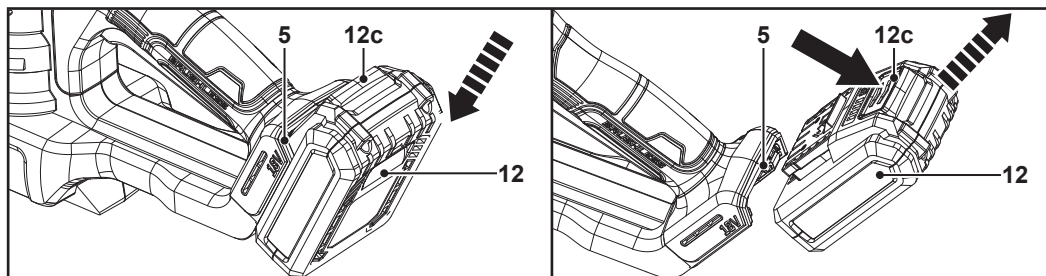
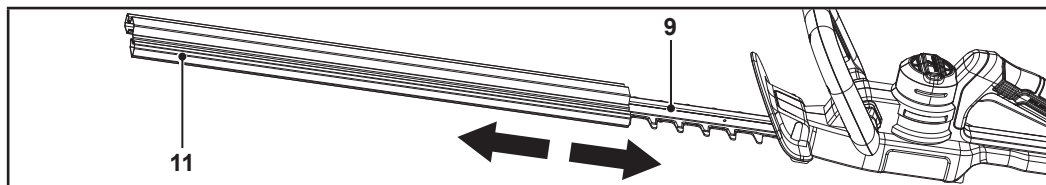

Fig. 2
Fig. 4
Protège-lame (11) : lorsque la machine n'est pas utilisée, retirer la batterie (12) (Fig. 2) et installer le protège-lame sur la lame (9) (Fig. 4). Cela permet de protéger la lame, d'éviter les blessures par coupure et d'endommager d'autres objets.
Installation : Aligner la batterie (12) sur le port de connexion de la batterie (5) et la faire glisser. S'assurer qu'elle s'enclenche (Fig. 2).
Retrait : Appuyer sur le bouton de déverrouillage (12c), puis retirer la batterie (12) du port de connexion de la batterie (5) (Fig. 2).
Retrait : Faire glisser le protège-lame (11) hors de la lame (9) (Fig. 4).
Installation : Faire glisser le protège-lame (11) sur la lame (9) (Fig. 4).